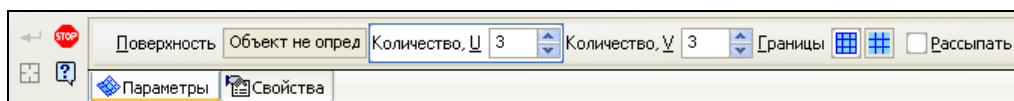

Рис. 7.15. Панель свойств: группа **Изопараметрических кривых** на вкладке **Параметры**
- ◆ укажите в окне модели грань. Указанная грань "подсветится", и на ней появятся фантомы изопараметрических кривых. Направление отчета значений показано стрелками или точками $U = 0$, $V = 0$. На Панели свойств на вкладке **Параметры** (рис. 7.15):